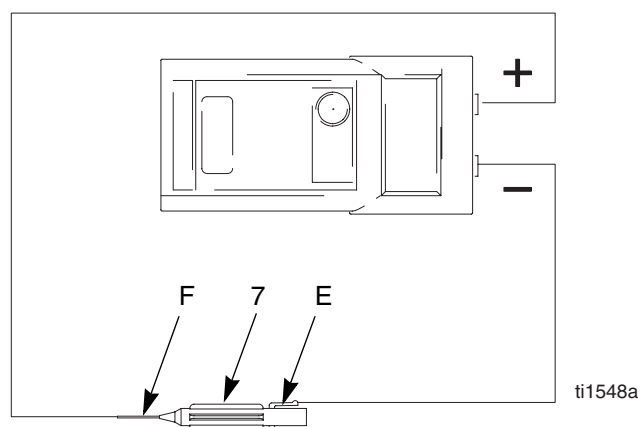

Fig. 20. Électrode
4. Démontez l'électrode (7), page 45. Mesurer la résistance entre le contact (E) et le fil d'électrode (F). La résistance devrait être de 20-30 mégohms. Si elle se situe en dehors de cette plage, remplacer l'électrode. Voir Fig. 20.